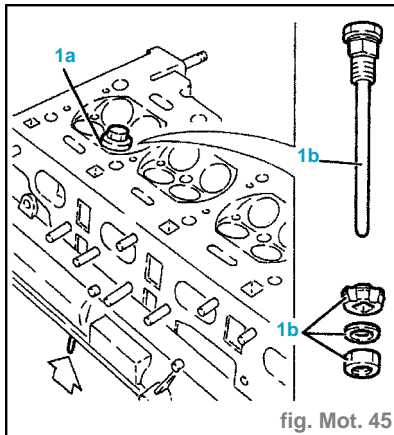

fig. Mot. 45
- Déposer le plateau inférieur des soupapes (2).
- Procéder au filetage du siège de soupape (1a) avec l'outillage d'extraction approprié (1b) (fig.Mot. 45).